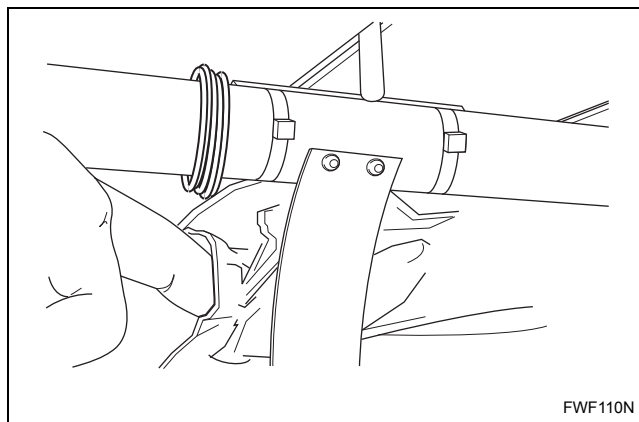
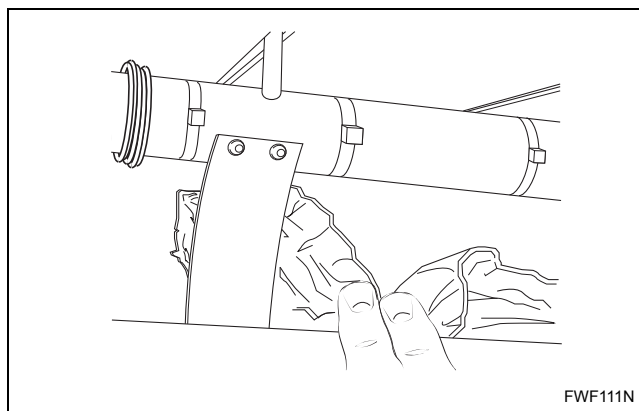
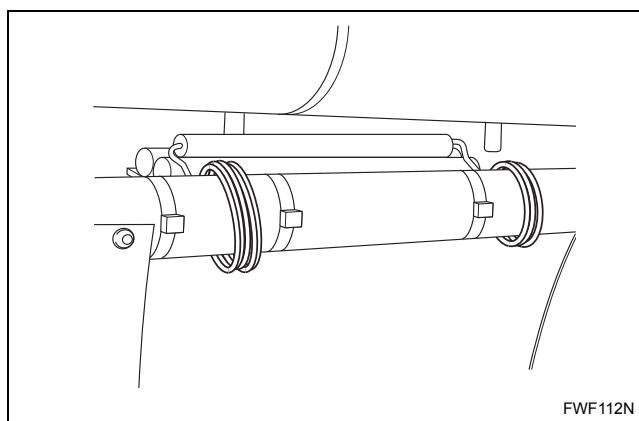

Figura 9
Figura 10
Figura 11
- b. Quite el papel protector manualmente. Tenga sumo cuidado alrededor de la hoja de separación y el sensor de temperatura. Consulte la *Figura 9*, *Figura 10* y la *Figura 11*.